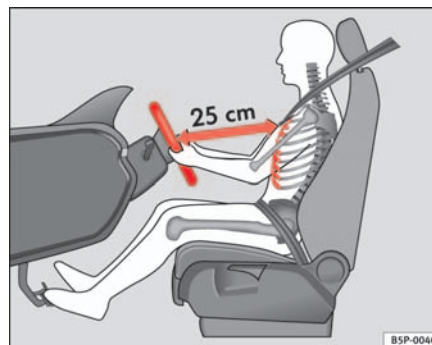

Abb. 92 Die richtige Sitzposition des Fahrers
- Stellen Sie das Lenkrad so ein, bis die gewünschte Einstellung erreicht ist ⇒ Abb. 92.
- Stellen Sie den Fahrersitz oder das Lenkrad so ein, dass der Abstand zwischen Lenkrad und Brustbein mindestens 25 cm beträgt ⇒ Seite 133, Abb. 92. Wenn Sie den Mindestabstand nicht einhalten, kann Sie das Airbag-System nicht schützen – Lebensgefahr!